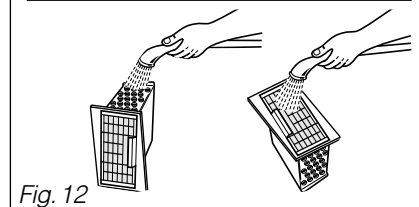

Fig. 12
- Limpá-lo apenas passando pela torneira da água (fig. 12)